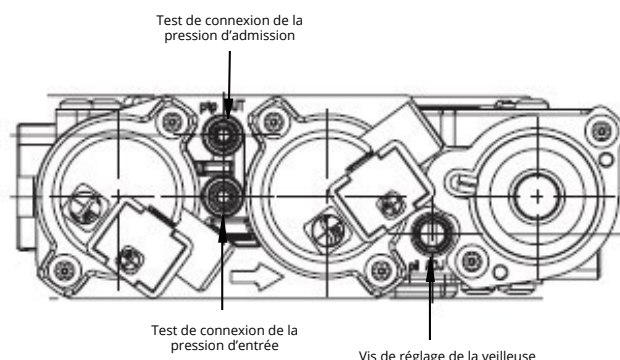

Figure 28. Réglage de la veilleuse sur la soupape de gaz à TIA Proflame 2.
- Repérez la vis de réglage de la veilleuse. (Consultez la figure 28)